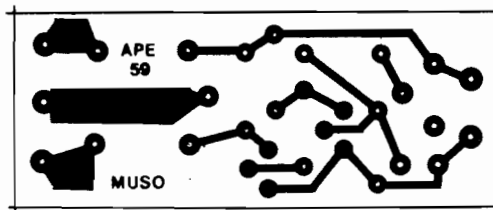

Fig.2
- **FIG. 2 - LAY OUT DO CIRCUITO IMPRESSO ESPECÍFICO** - Ilhas e pistas cobreadas, vistas em suas posições e tamanhos naturais na figura, podem ser diretamente copiadas ("carbonadas") sobre a face metalizada de um fenolite apropriado, após o quê a traçagem (com tinta ácido-resistente, ou com decalques...) deve ser feita, seguida da corrosão, limpeza e furação, conforme é convencional... Uma conferência cuidadosa ao final, é sempre boa norma, já que grande parte dos eventuais problemas de funcionamento iniciais em circuitos e montagens, reside no Impresso, em falhas, "curtos", imperfeições ou lapsos entre as trilhas e ilhas, etc. Se o caro Leitor é um "calouro" nas coisas da Eletrônica Prática, deve consultar as **INSTRUÇÕES GERAIS PARA AS MONTAGENS**, onde fundamentais conselhos e "dicas" instruem claramente a respeito da boa confecção e uso dos Circuitos Impressos...